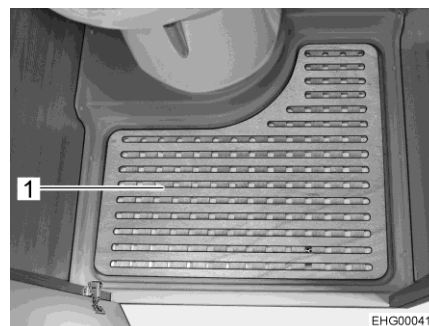

Fig. 110 Placa del fondo de quita y pon
- Quitar la placa del fondo de quita y pon (Fig. 110,1) para ducharse.